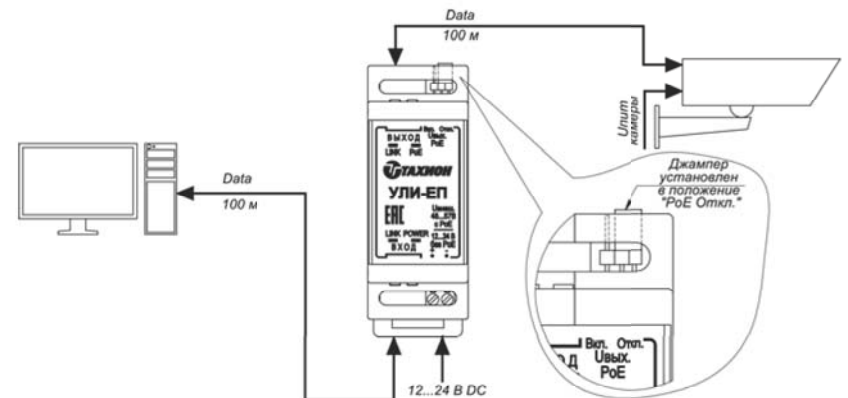

Рис.5 Пример удлинения сигнала Ethernet от сервера к IP видеокамере (без PoE).
1. В режиме удлинителя изделие работает от внешнего источника питания 12÷24 В DC. Дальнейшей передачи питания по линии связи не происходит (см. рис.5).